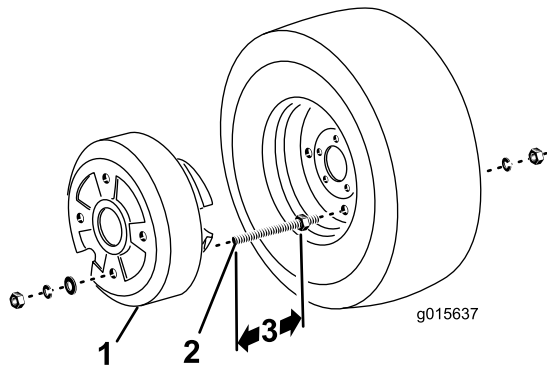

図 24
2. 1で得られた値に測定値に 98mm を加える。得られた数値を 図 24 の寸法 “A” とする。
4. リムについている向い合せの穴にロッドを差し込み、ロックワッシャ 1/2 インチと六角ナットで固定する 図 24。
5. ロッドにホイールウェイトを取り付け、平ワッシャ、ロックワッシャ、六角ナットで固定する 図 24。